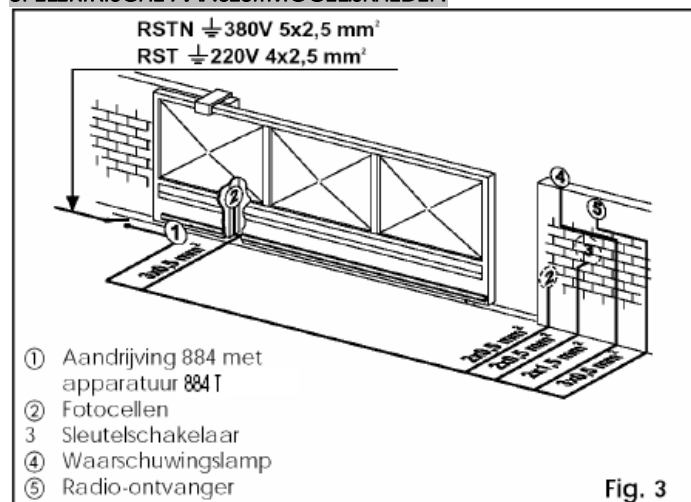

Fig. 3
De aandrijving heeft een veiligheidsvoorziening (fig. 1, ref. 7) die wordt aangedreven door het ontgrendelmechanisme. De vrijgave verhindert dat de aandrijving manoeuvres kan verrichten. Bereid de kanalen voor volgens de aanwijzingen van fig. 3 en maak de elektrische aansluitingen tussen de elektronische apparatuur 884 T en de gekozen accessoires. Scheid de voedingskabels van de bedienings- en veiligheidskabels (sleutelschakelaar, ontvanger, fotocellen enz.). Om elektrische storingen te vermijden dienen aparte huizingen te worden gebruikt.